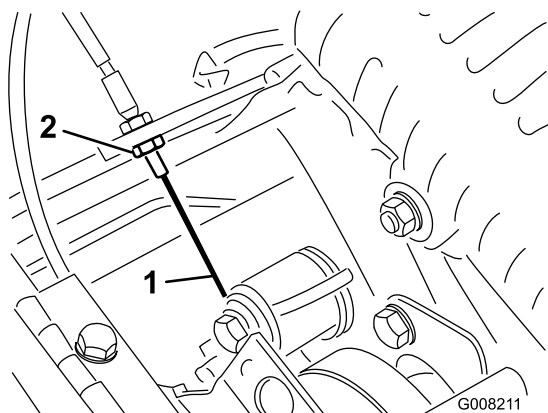

Figure 46
3. Pour accroître la tension du câble, desserrez l'écrou de blocage avant et serrez l'écrou de blocage arrière (Figure 46) jusqu'à ce qu'une force de 3 à 4 kg soit requise pour engager la transmission aux roues. Mesurez la force au bouton de commande.